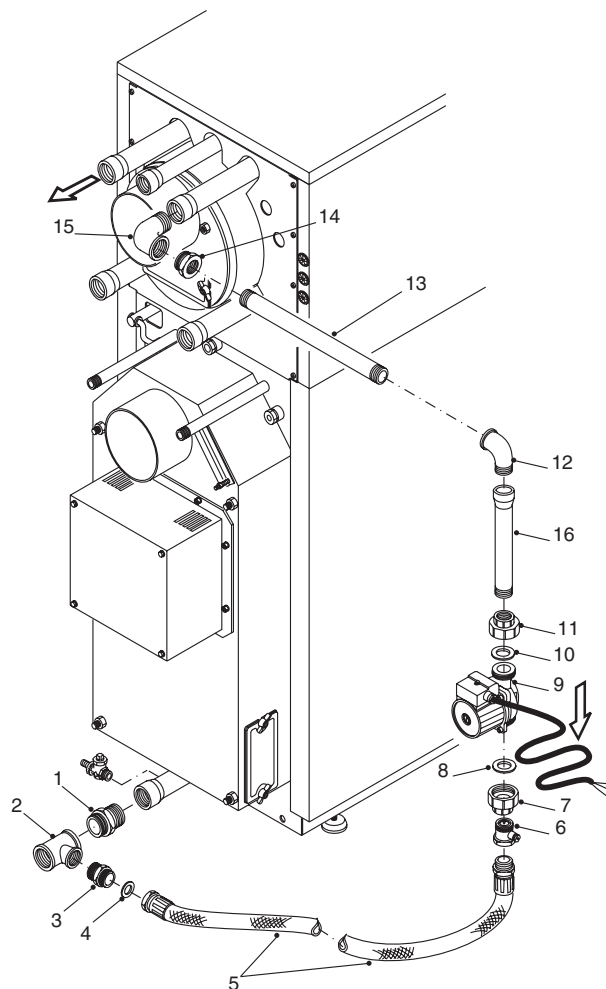

fig. 21
**Réf. fig.21**
Ce kit pompe de recyclage, constitué par un ensemble de pièces différentes suivant le modèle de chaudière considéré, doit être assemblé conformément au schéma de montage de la fig.21.
Pour le bon fonctionnement de la chaudière et la validation de la garantie, il est obligatoire d'installer le kit pompe de recyclage fourni d'origine avec cette dernière dans un emballage séparé et de le raccorder comme indiqué sur la fig. 21.